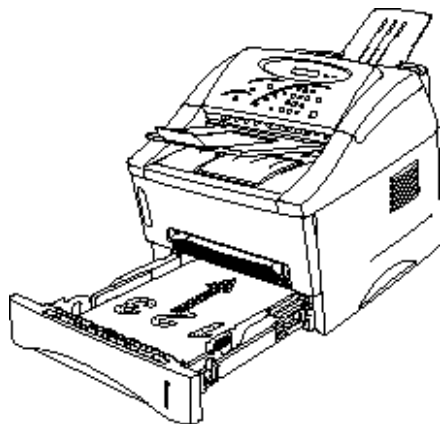

图 2-19
- (1) 选择驱动程序中手动双面打印方式；
- (2) 打印机首先自动将偶数页打印到纸的一面；
- (3) 取取出纸盘上打印好的纸张；
- (4) 将单面打印好的纸张重新放入纸盒，将欲打印的那一面（空白面）朝下，页面的顶端朝外放置，根据计算机屏幕的提示进行下面的操作（图 2-19）；
- (5) 这时，打印机自动将文档的奇数页打印到纸张的另一面。